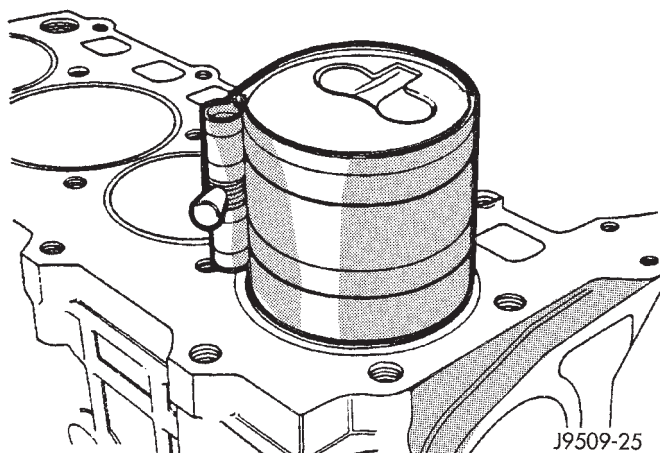

Fig. 61 Instalación de pistón
(3) Sumerja la cabeza del pistón y los aros en aceite limpio, deslice el compresor de aros por encima del pistón y apriete con una llave especial (Fig. 61). **Asegúrese de que durante esta operación no se modifique la posición de los aros.**
(4) Oriente el lado de la escotadura de la cámara del pistón hacia el árbol de levas.
(5) Instale los protectores de pernos de biela en los pernos de biela.
(6) Gire el cigüeñal de forma que el gorrón de la biela esté en el centro del hueco del cilindro. Intro-